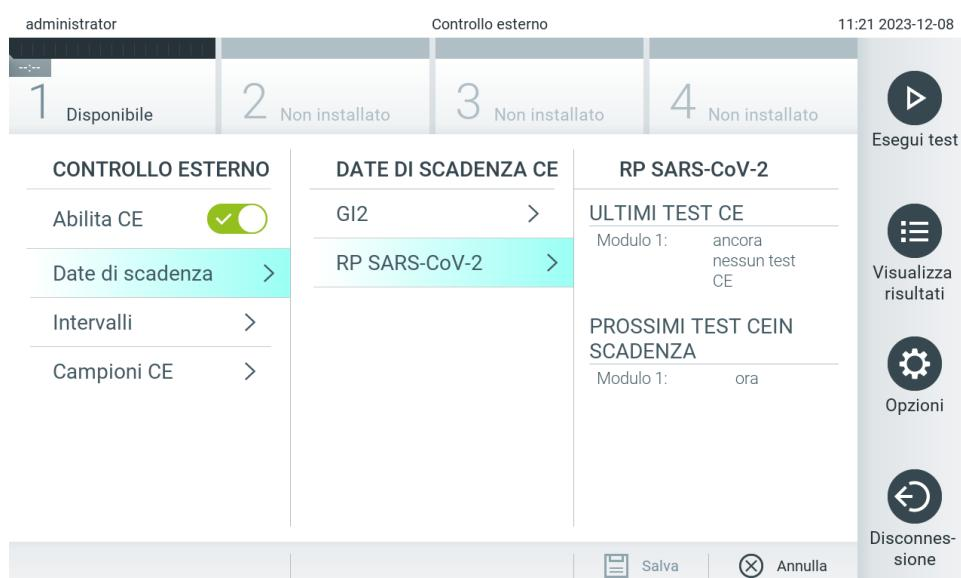

Figura 77. Schermata External Control Due Dates (Date di scadenza controllo esterno).
4. Selezionare **Intervalli** (Intervalli) e poi un esame dall'elenco per configurare il relativo intervallo. Viene visualizzato un promemoria per ricordare agli utenti che è necessario eseguire un test di controllo esterno per gli esami selezionati se l'intervallo è trascorso (Figura 77).